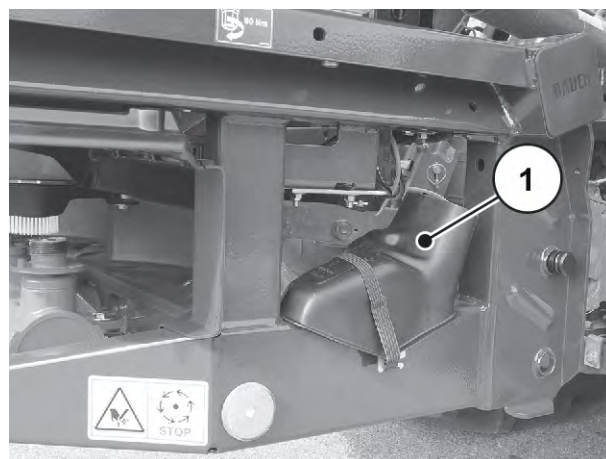

Fig. 35: Position de la goulotte de test d'épandage
- Préparer la goulotte de test d'épandage. Voir *Fig. 35 Position de la goulotte de test d'épandage*